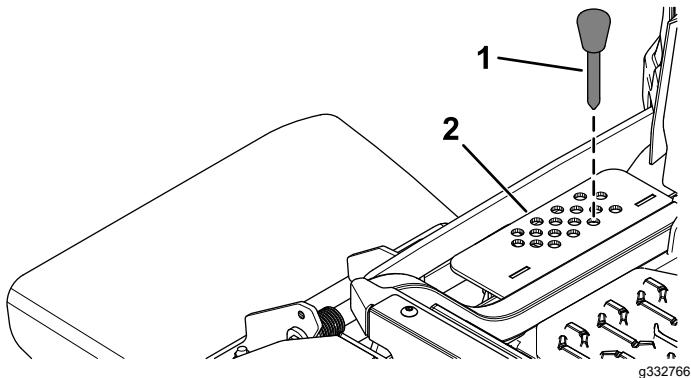

Figure 2
9. Retirez la goupille de hauteur de coupe du support de hauteur de coupe (Figure 2).